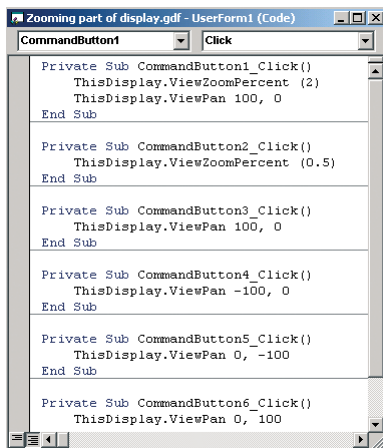

Рис. 17. Программы для кнопок управления в пользовательской форме
3. Ввести текст программы (листинг 4) для каждой из кнопок управления (содержит команду масштабирования или прокрутки, рис. 17).